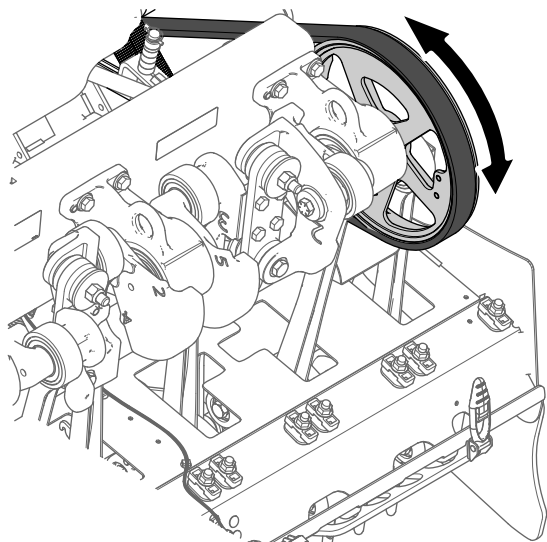
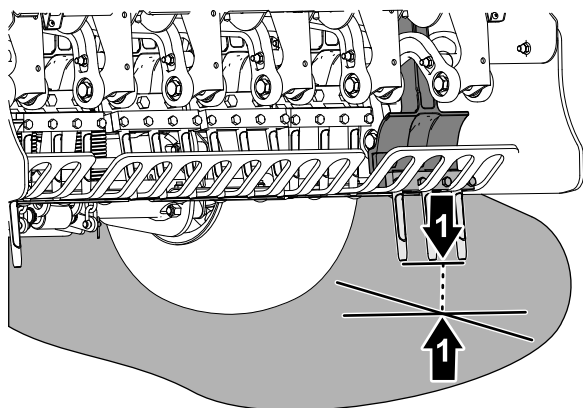

图 63
图 64
4. 旋转打孔头皮带轮 图 63 直至最外边的打孔针最接近地面 图 64。